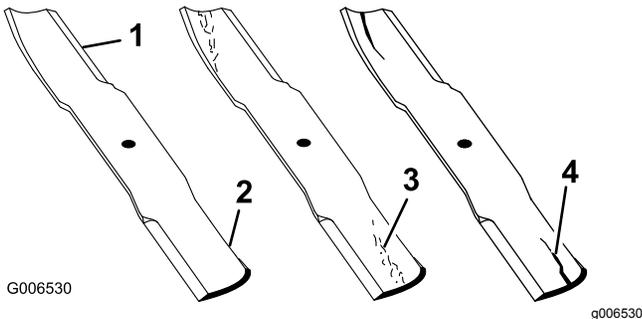

図 75
- 刃先の部分を点検する 図 75。
- ひび、磨耗、割れの発生などがあれば、直ちに新しいブレードに交換する 図 75。